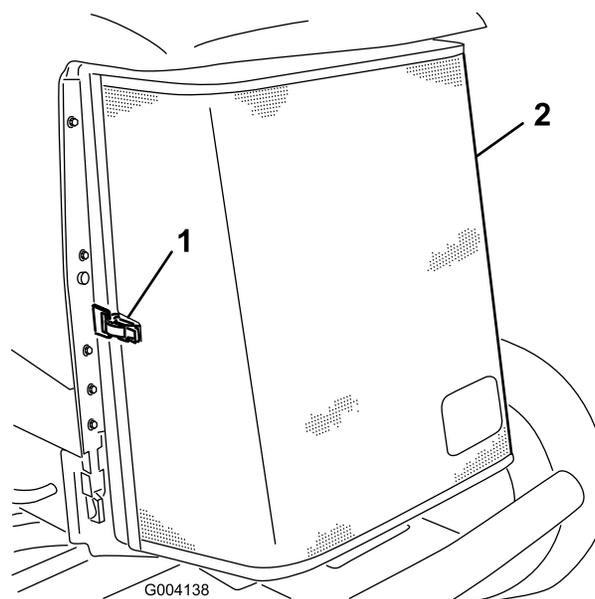

Figura 100
5. Desenganche la rejilla trasera y ábrala (Figura 100).